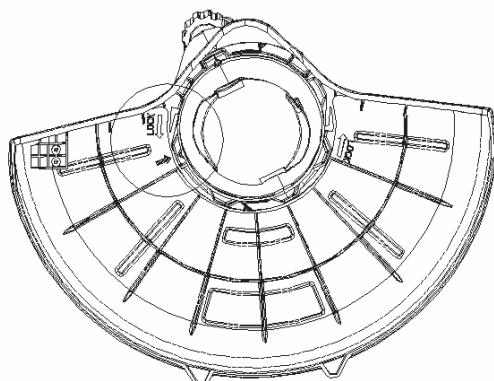
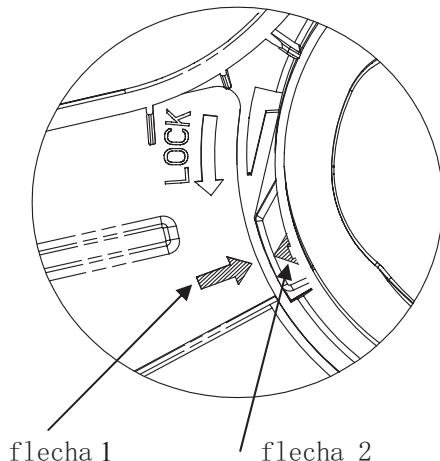

Fig. 5
Fig. 6
1. Alinee la instalación de flecha 1 sobre los escombros escudo con la instalación de flecha 2 en la vivienda, como se muestra. (Fig.5 y Fig. 6.)
2. Gire el protector contra escombros LOCK en la dirección que se muestra, hasta que trabe en su lugar (Fig. 6). Asegúrese de que el protector contra escombros se ensamble a la unidad tal como se muestra en la sección CONOZCA SU RECORTADOR del manual.